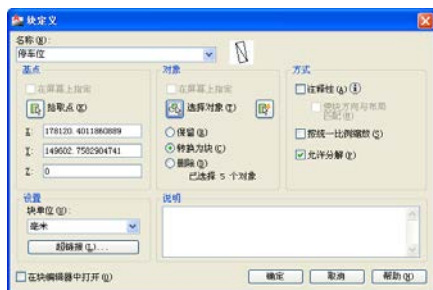

图 15.88 停车位
(3) 在菜单栏中选择“绘图”/“块”/“创建”，弹出“块定义”对话框。在“块定义”对话框中单击“选择对象”按钮后选择上述绘制的车位图，单击“拾取点”按钮，拾取停车位的一左下角角点为基点。将该图块命名为停车位，单击“确定”按钮，如图 15.88 所示。